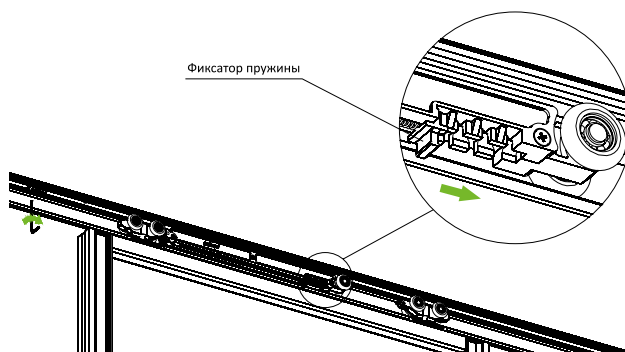

Рис.4
❹ Отрегулируйте положение ответной планки и закрепите ее с помощью шестигранного ключа. Скорость срабатывания доводчика можно изменить, переставляя фиксатор пружины (рис. 4).*